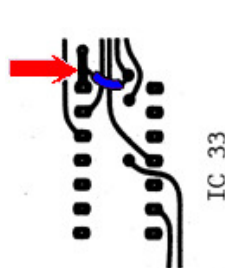

Bild 9: Printausschnitt beim IC 33 von unten (Lötseite)
- 3.3.7 Der Jumper (JP) G befindet sich beim IC 33 auf der Unterseite der Platine. Es muss mit Litze eine Brücke eingelötet werden (siehe Bild 9).